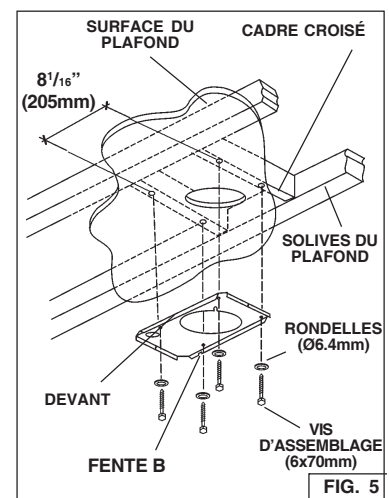

FIG. 5
3. Fixez l'étrier de la structure de support aux solives et au cadre croisé au moyen des quatre vis (6x70mm) et quatre rondelles (D-6.4mm) qui vous sont fournies. Assurez-vous que les vis soient bien centrées dans les solives et dans le cadre croisé de sorte que le tout soit bien solide. Faites attention car le positionnement de l'étrier détermine la position finale de l'appareil: le côté avec la fente B correspond au côté opposé aux commandes. Fig. 5.